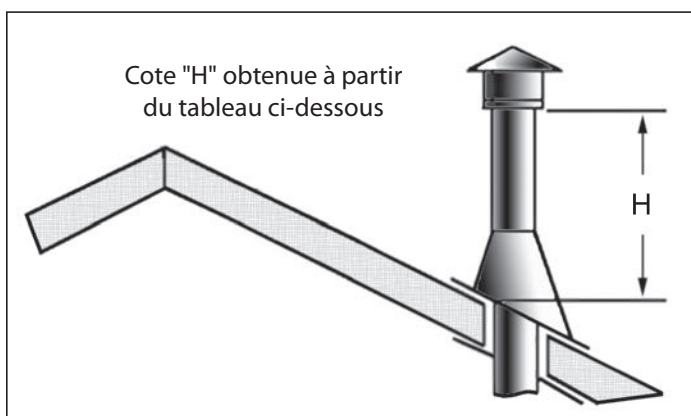

Figure 59: Hauteur de la terminaison verticale; se référer au Tableau 8.
ÉTAPE 8. Continuez d'ajouter des sections de tuyau jusqu'à ce que la hauteur du capuchon de ventilation respecte les exigences minimales du code. Reportez-vous à la Figure 59 et au Tableau 8. Notez que pour les pentes de toit raides, la hauteur de ventilation doit être augmentée. Par vent fort, les arbres à proximité, les lignes de toit adjacentes, les toits à forte pente et d'autres facteurs similaires peuvent entraîner un faible tirant d'eau ou un tirant d'eau inférieur. Dans ces cas, l'augmentation du niveau de ventilation peut résoudre le problème.
ÉTAPE 9. Glissez le collet de solin par-dessus le tuyau et poussez-le vers le haut du solin de toit, comme illustré à la Figure 59. Utilisez du mastic non durcissant autour du joint entre le tuyau et le collet de solin.